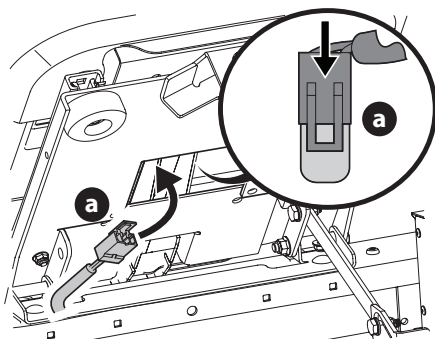

Figure 10
4. Insérez le faisceau de câbles (a) dans la partie inférieure du siège (Figure 10).
NOTE : lorsque le faisceau de câbles (a) est connecté, veillez à pousser le fil excédentaire du faisceau de câbles (a) dans l'orifice du boîtier de siège avant de continuer (Figure 10).